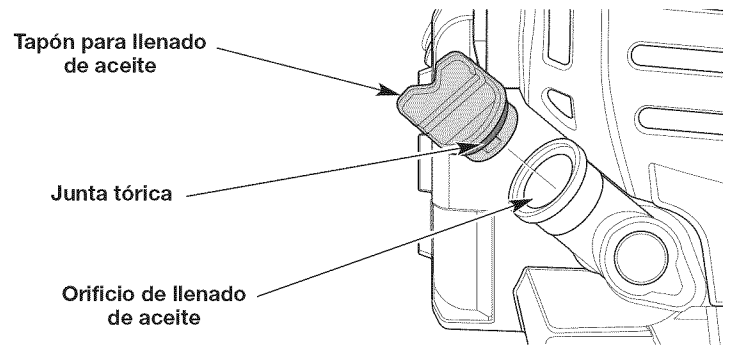

Fig. 7
4. Desenrosque el tapón de llenado de aceite (Fig. 7).
5. Vierta todo el contenido de la botella dentro del orificio de llenado de aceite (Fig. 7). **NO** llene el depósito en exceso. Consulte *Control del nivel de aceite*.
**NOTA:** Compruebe que la junta tórica esté en su lugar en el tapón de llenado de aceite (Fig. 7).